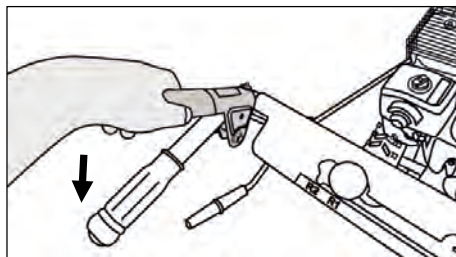

Рис. 45
3. Для начала уборки снега нажмите рычаг привода шнека, расположенный слева на рукоятке управления (рис. 45).